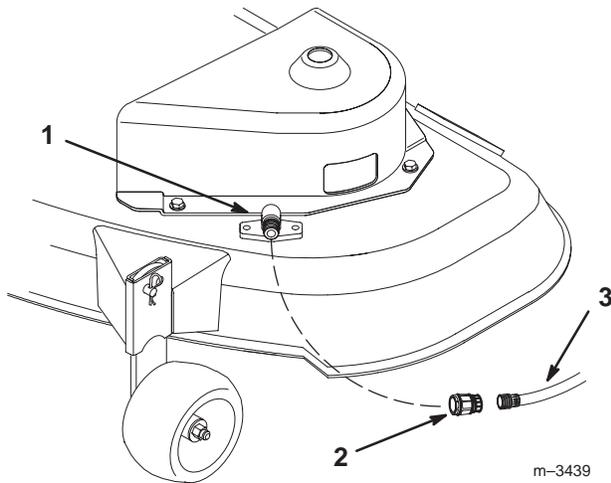

Figure 27
2. Vissez le raccord de lavage sur un tuyau d'arrosage, connectez-le à l'embout de lavage du carter de tondeuse et ouvrez l'eau en grand (Fig. 27).